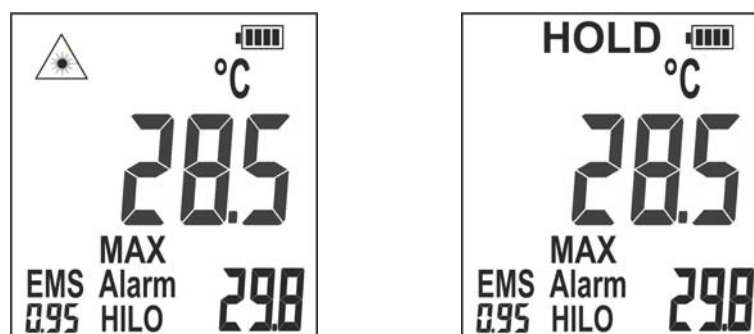

Fig. 18: Visualizzazione risultato di misura
7. Rilasciare il Trigger **T** per arrestare la misura e bloccare la visualizzazione all'ultimo valore letto. Il simbolo "▲" scompare e l'indicazione "HOLD" è mostrata a display (vedere Fig. 18)